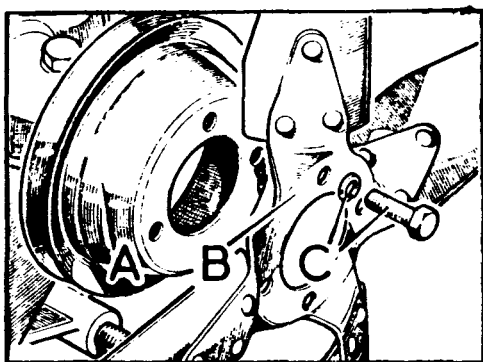

Fig. A1-28 Desmontaje del ventilador y polea
- 1.5. Desmontar los tornillos y arandelas, C (Fig. A1-28) y extraer el ventilador, B y polea A.